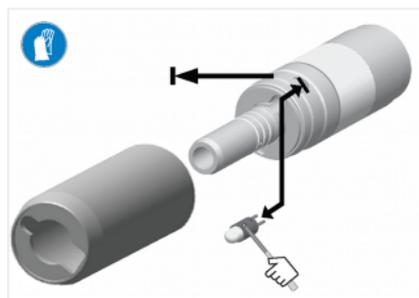

FIG. 7
РИС. 7
2. Извлеките лампочку через маленькое отверстие сбоку, протолкнув ее вперед (при этом следует избегать касаний стеклянной части лампочки) (РИС. 7).